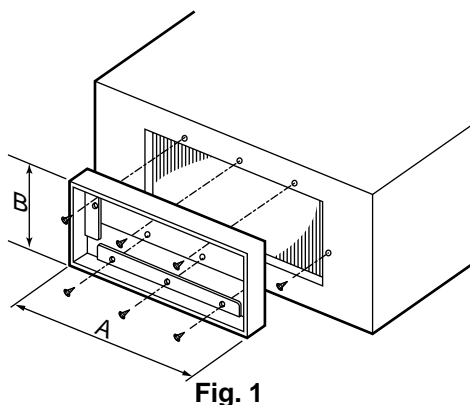

Fig. 1
- ① Usando 6 parafusos, monte o flange do orifício de alimentação do ar da unidade interna. (Fig. 1)
- ② Prepare o conduto quadrado de acordo com a dimensão interna do flange.  $A \times B$ .